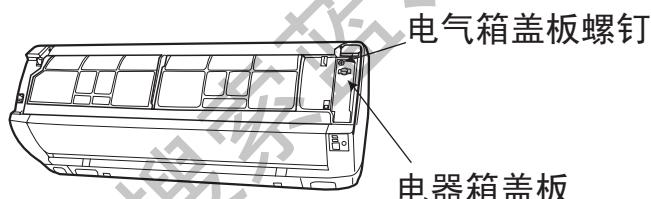
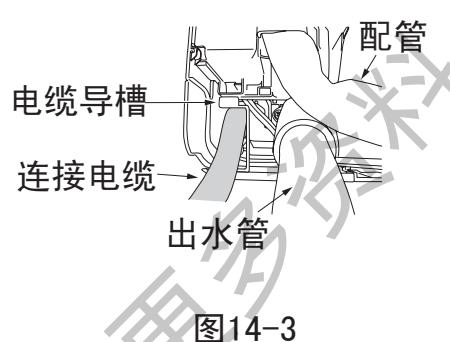

图14-2
图14-3
(2) 打开面板，拧下电气箱盖板固定螺钉，取下电气箱盖板。（如图14-2）
(3) 电线连接顺序
- 将连接电缆穿过电缆导槽从风室下盖板处穿出至电气箱接线端子处。（如图14-3）
- 连接电缆连接结束后，用螺钉将接线盖板固定（如图14-2）。
- 然后用手将面框右下角风室下盖板④、⑤处的勾子沿箭头相反方向推紧，装上风室下盖板，然后关上面板。